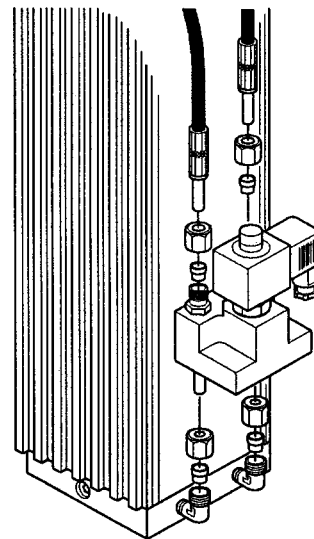

Fig. 2
- 4 Montare l'elettrovalvola sui nuovi raccordi (fig. 2).
- 4 Fit the solenoid valve on the new connectors (fig. 2).
- 4 Monter l'électrovanne sur les nouveaux raccords (fig.2).
- 4 Das Magnetventil auf die neuen Anschlüsse (Abb. 2) montieren.
- 4 Montar la electroválvula en los nuevos empalmes (fig. 2).